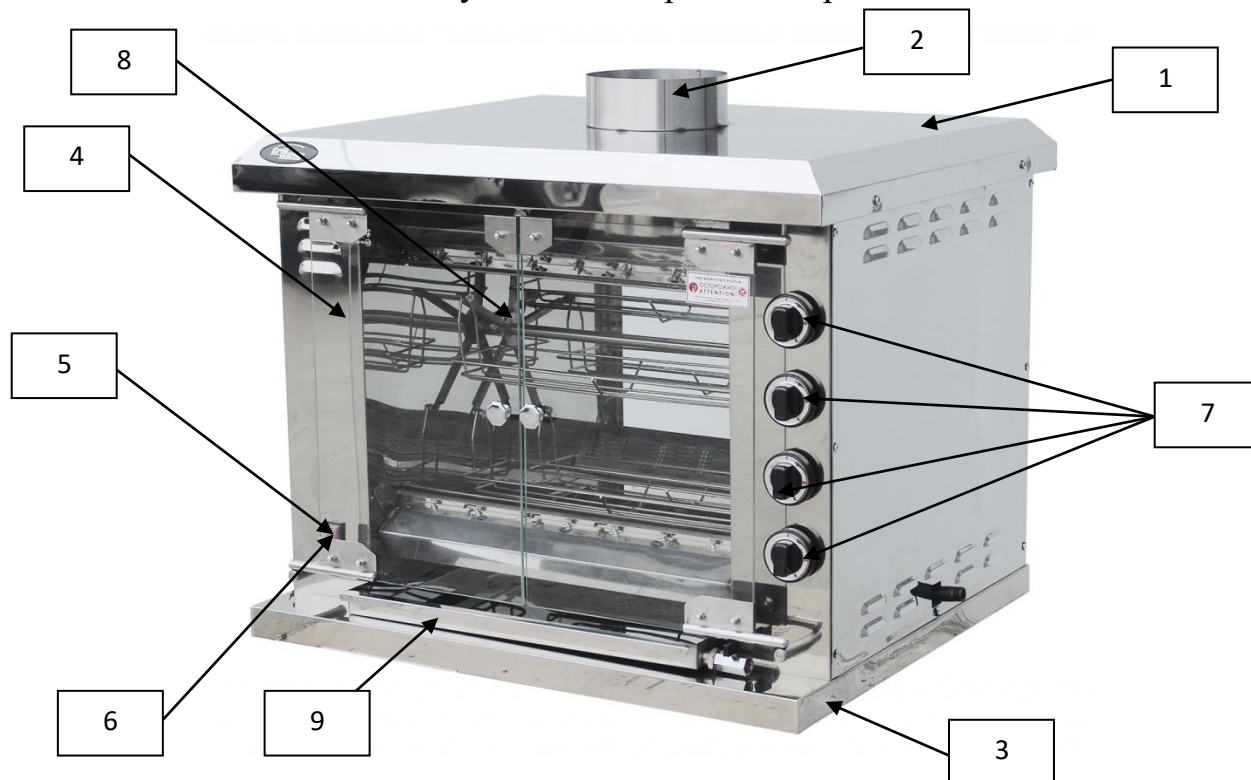

Рис. 1 Устройство карусельного гриля
4.1. Основные части изделия указаны на рис.1 и перечислены в таблице 3
- 7.8. Закрыть дверцы гриля и включить двигатель вращения вертелов при помощи кнопки на панели гриля слева поз. 6 рис. 1.